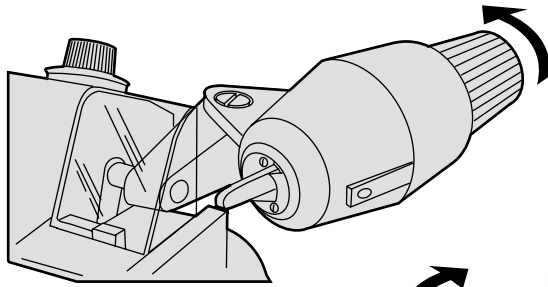

FIG. 12
2. Enfoncer le loquet vers la tête pivotante et déplacer la tête vers la position de chargement (fig. 12).